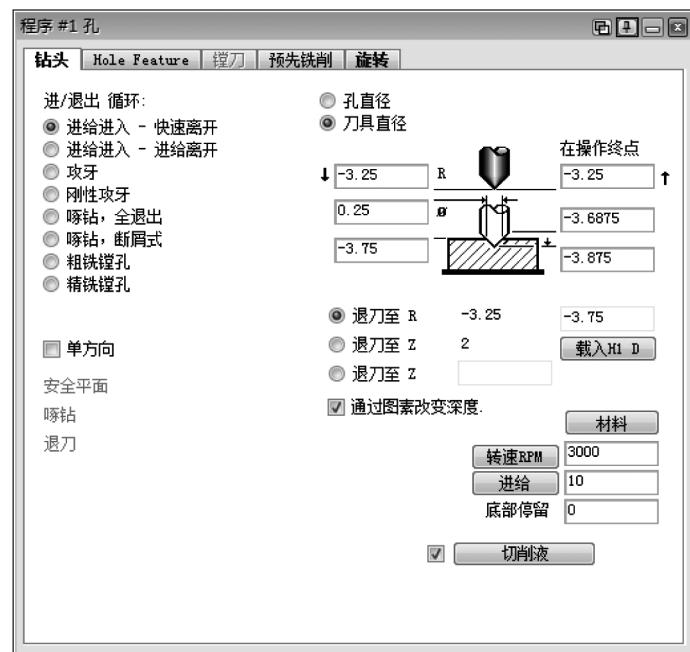

图 2-57 孔工艺参数#1
11) 使用刀具 #1 生成孔工艺参数#1, 如图 2-57 所示。